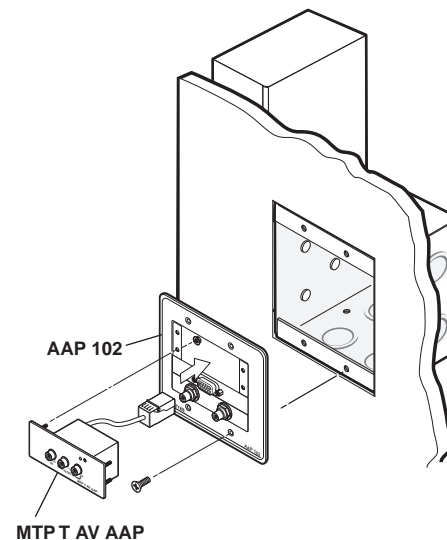

図 2-11 AAP への MTP トランスミッターの取り付け方
次の図 2-11 のように、AAP フレームに MTP トランスミッターを設置します。
4. フレームの種類に適した AAP フレームを取り付けます。図 2-11 は、トランスミッターモジュールを AAP 102 壁面用取付けフレームに、壁面用取付けフレームを壁面用ボックスに取り付ける様子です。